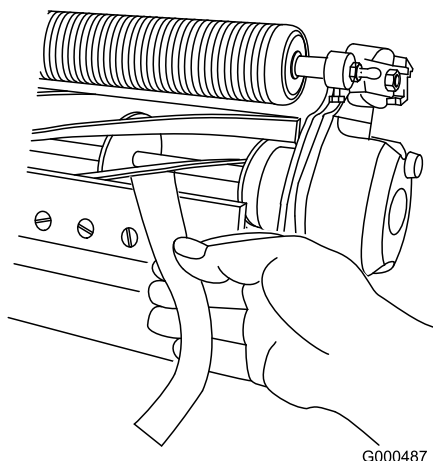

Figure 7
- B. Insérez une longue bande de papier de performance de coupe entre le cylindre et la contre-lame, perpendiculairement à la contre-lame (Figure 7), puis tournez **lentement** le cylindre en avant ; il devrait couper le papier ; s'il ne le fait pas, répétez les opérations A et B jusqu'à ce que le papier soit coupé.
11. Insérez une longue bande de papier de performance de coupe (réf. Toro 125-5610) entre le cylindre et la contre-lame, perpendiculairement à la contre-lame (Figure 7), puis tournez **lentement** le cylindre en avant ; il devrait couper le papier ; s'il ne le coupe pas, tournez chaque vis de réglage de la barre d'appui de 1 cran dans le sens horaire et répétez cette opération jusqu'à ce que le papier soit coupé.